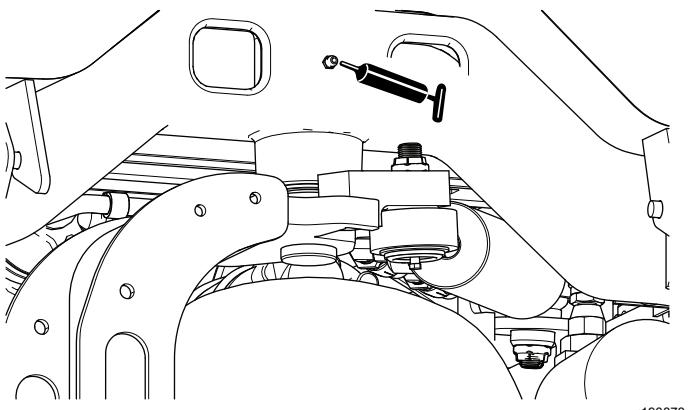

Figura 63
- Pivote de dirección (Figura 63)